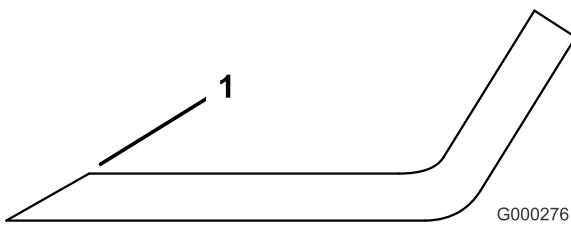

図 29
3. 全部のブレードの切っ先を丁寧に点検する。切っ先が鈍くなっていたり欠けていたりした場合には研磨する。研磨は刃先の上面だけを行い、刃の元々の角度を変えないように十分注意する（図 29）。ブレードの左右